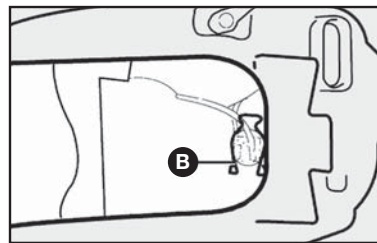

fig. 22
3) retirar o porta-lâmpada pressionando as presilhas **B**-fig. 22 abrindo-as lateralmente;